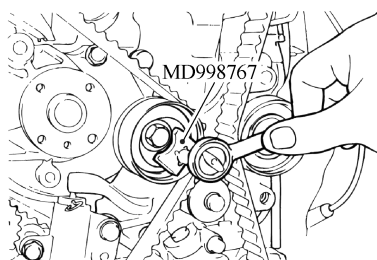

图 4-106 用专用工具逆时针转动张紧轮
12) 用专用工具张紧轮套筒扳手 (MD998767) 逆时针转动张紧轮给正时带施加张力, 并暂时拧紧张紧器锁紧螺栓以锁止张紧器, 如图 4-106 所示。